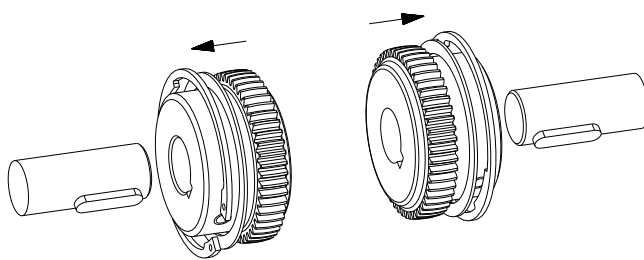

図 8
- ストップリングと C 形止め輪を合わせたハブを駆動軸と従動軸に取付けて下さい(図 8 をご参照)。